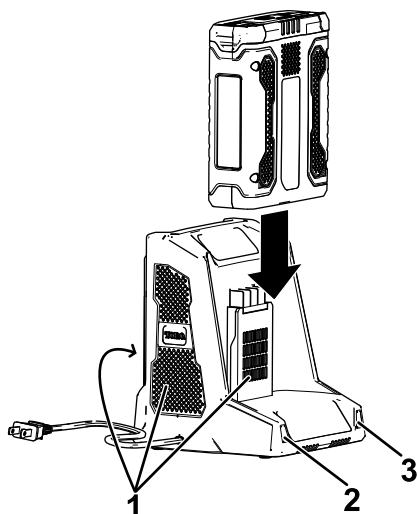

Figure 8
4. Glissez la batterie dans le chargeur jusqu'à ce qu'elle soit bien enclenchée (Figure 8).